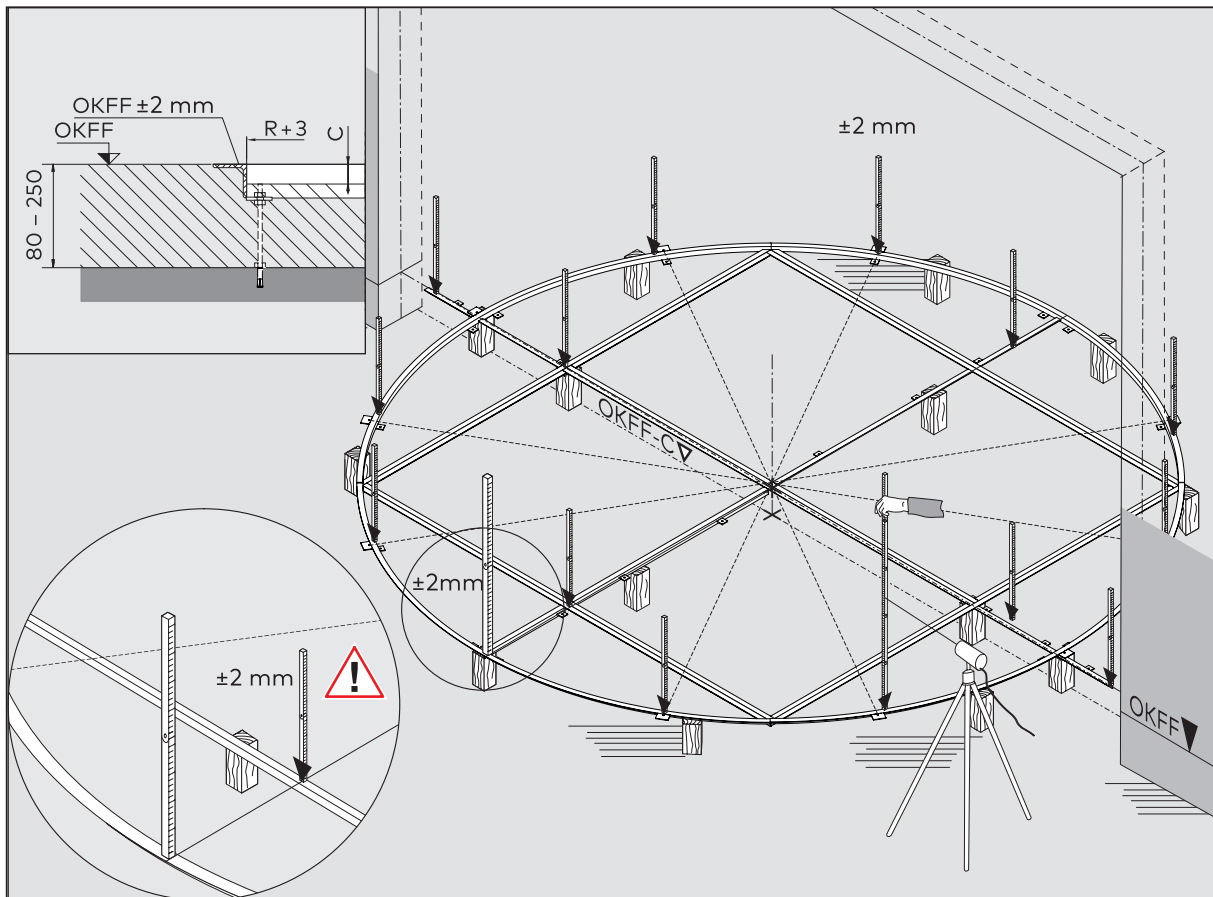

Abb. 9 Bodenring ausrichten
3. Bodenring auf örtliches OKFF-Maß mit Klötzen gleichmäßig aufständern, wie in Abb. 9 dargestellt.